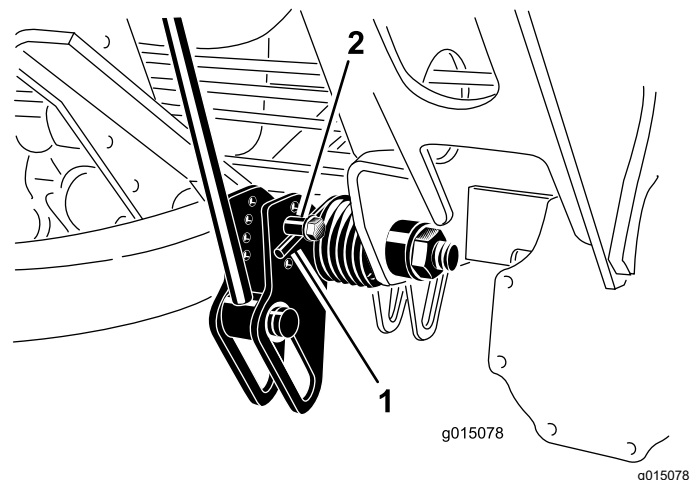

Bild 71
2. Führen Sie ein Rohr oder ein ähnliches Objekt in die lange Feder ein, um die Federspannung während der Einstellung aufzuheben (Bild 71).
3. Wenn Sie die Federspannung aufgehoben haben, nehmen Sie die Schraube und Sicherungsmutter ab, mit denen der Federaktuator an der Halterung befestigt ist (Bild 71).